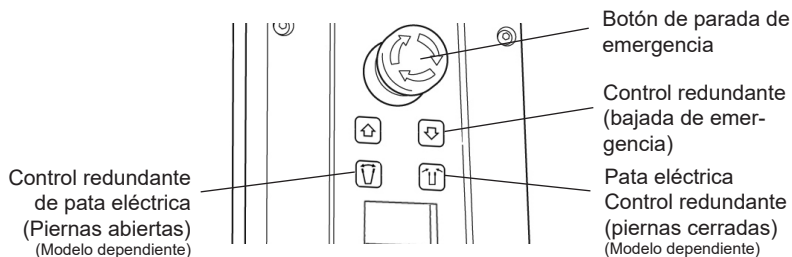

Fig. 8
- Sujete la batería dentro del panel de control y asegúrese de que el botón de parada de emergencia, ubicado en el control, esté en posición hacia fuera (ON/Encendido) tras girarlo hacia la derecha (Fig. 8).